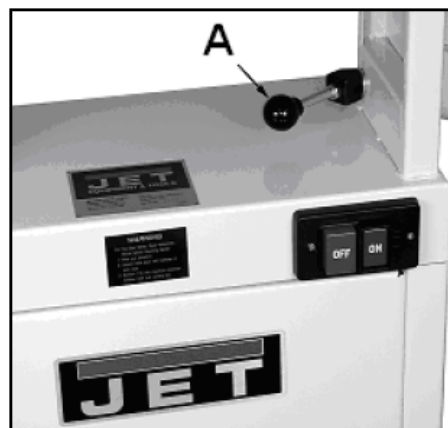

**Рис. 2**
**ВНИМАНИЕ:** узел с двигателем и шлифовальной лентой имеет массу (А) 95 кг. Будьте осторожны и используйте подходящие вспомогательные средства для подъема (Рис. 2). Откройте дверцу (Е) и закрепите шлифовальный узел (А) рис.2 шестигранными винтами и шайбами (D).